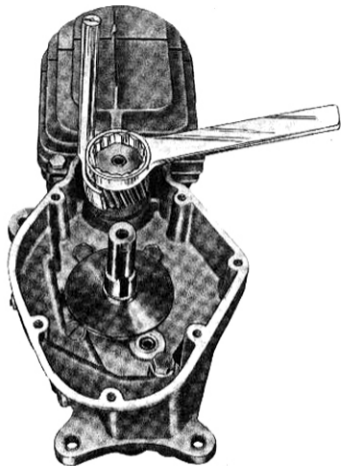

Fig. 12 - Come viene svitato il dado del pignone elastico sull'albero motore
- 1) svitare il dado per serraggio pignone elastico motore, tenendo fermo il pignone mediante un apposito attrezzo 36905350 come dimostrato a fig. 12;